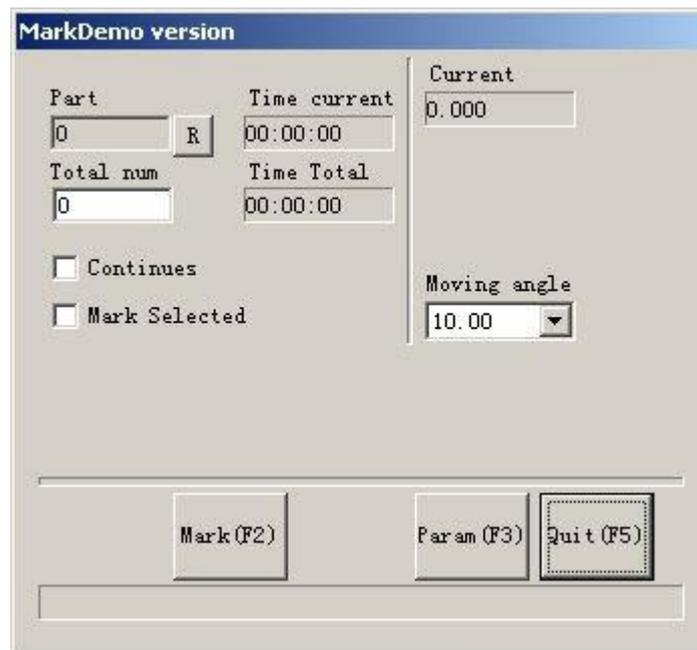

Abbildung 8-5-4 Dialogfeld "Rotationsmarkierung"
**Schritt 4:** Klicken Sie auf den Menüpunkt **Rotationsmarkierung**. Das in Abbildung 8-5-4 gezeigte Dialogfeld wird angezeigt.